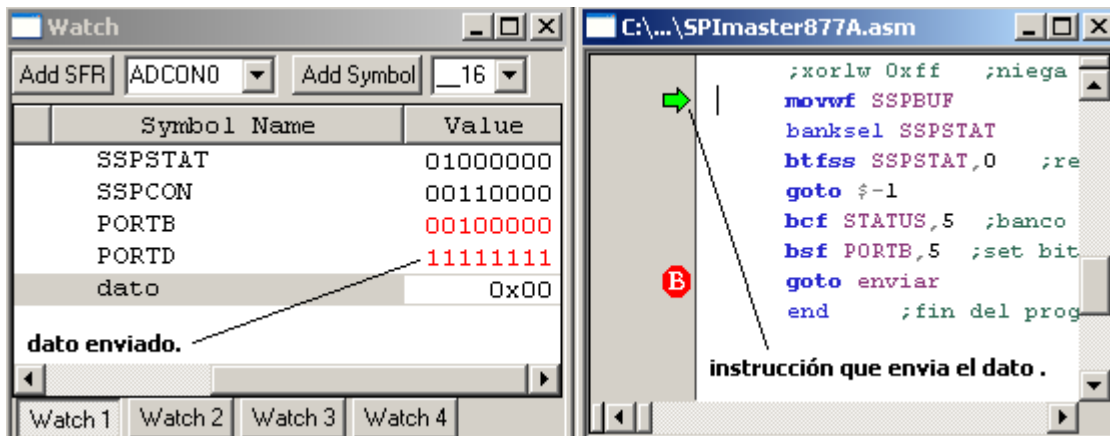

Fig.4.32 Resultado después de la depuración paso a paso.
- Colocar un breakpoint (Fig.4.32), colocar el dato 0xFF en los minidips, correr paso a paso y verificar como se van actualizando los registros, se verifica que el dato es enviado cuando se carga el registro SSPBUF con el dato, el programa se detiene al llegar al breakpoint, el resultado se muestra en la figura 4.32.